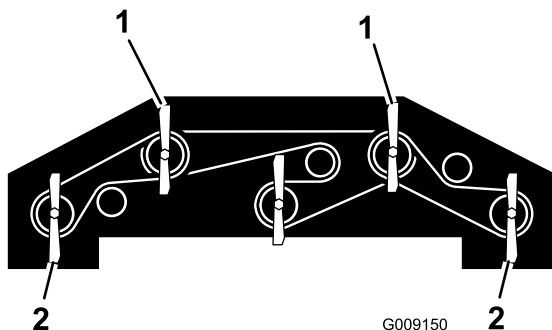

Bild 93
1. Drehen Sie die zwei äußeren vorderen Messer und Flügelmesser so, dass sie nach vorne zeigen (Bild 93).